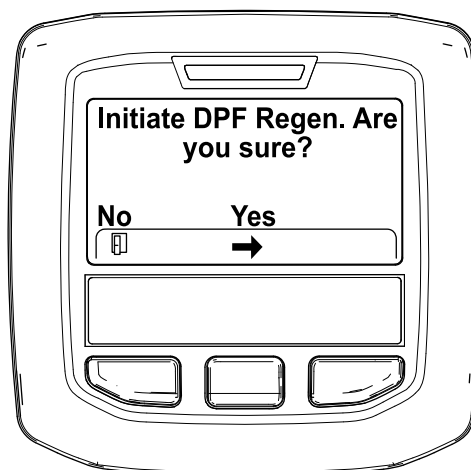

Figura 50
4. Quando viene visualizzato il messaggio "Initiate DPF Regen. Are you sure?" (Inizializzare Rigen. FAP?) premete il pulsante centrale (Figura 50).